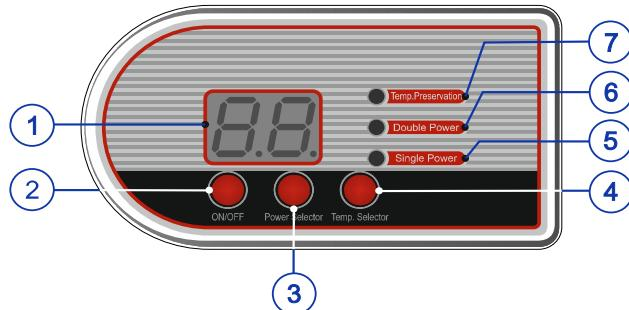

Fig. 2.1. Elektronisch bedieningspaneel voor boilers serie "IF".
7.1. Elektronisch bedieningspaneel voor serie "IF" (Fig. 2.1), serie "IF PRO" (Fig. 2.2).
Bij modellen serie "IF" die met digitaal display zijn uitgerust wordt de boiler aan - en uitgezet met behulp van de linkerknop "ON/OFF" in het bedieningspaneel (Fig. 2.1, pos. 2), daarbij toont het display de ingestelde verwarmingstemperatuur. 2,5 seconden daarna begint het display met het aangeven van de actuele watertemperatuur binnen de boiler. Het gewenste vermogen wordt ingesteld m. b. v. de middelknop "Power selector" (Fig. 2.1, pos. 3) in het bedieningspaneel. De dubbelvermogen-modus (2 kW) wordt geïndiceerd met het controlelampje "Double Power" (Fig. 2.1, pos. 6), de enkelvermogen modus (1,3 kW) met het controlelampje "Single Power" (Fig. 2.1, pos. 5).
Tijdens het werken van de boiler kunt u de verwarmingstemperatuur regelen met behulp van drie sensortoetsen, de werkmodi worden naar de informatie van het display gecontroleerd alsook naar de indicatie van de drie controlelampjes. Om een gewenste verwarmingstemperatuur te selecteren, drukt u meermalen op de rechtertoets "Temp. Selector" (Fig. 2.1, pos. 4) in de afstandsbediening. Discreetheid van temperatuurveranderingen = 5°C.